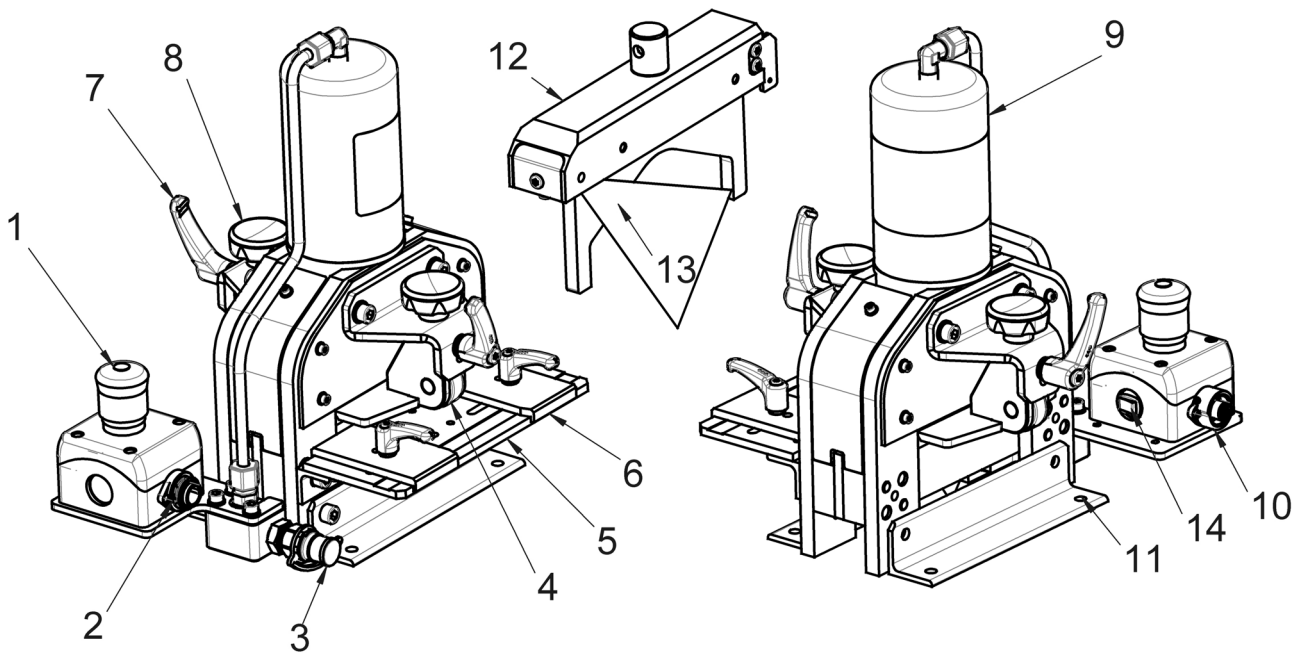

Abb. 1: Vorder- und Rückansicht
- Den Hydraulikschlauch an den Hydraulikanschluss (Abb. 1, 3) und die elektrische Steuerleitung an den Elektroanschluss (Abb. 1, 2) des Gerätes anschließen.
- Anschließend die Zuleitung des Fußschalters in den 4-poligen Anschluss (Abb. 1, 10) stecken.
- Drücken Sie in einer Gefahrensituation den roten Not-Halt-Schalter (Abb. 1, 1) am Gerät, um den Arbeitsvorgang zu stoppen!
- Die Klemmhebel auf den seitlichen Führungsplatten (Abb. 1, 6) des Auflagetisches lösen und Führungsplatten auf die Breite der Stromschiene einstellen.
- Die Stromschiene nun von der Seite des Auflagetisches (Abb. 1, 5) ausgehend in das Schneidgerät einführen.
- Die Spannschrauben (Abb. 1, 8) der beiden Niederhalter lösen und die Niederhalter auf die Materialstärke des Werkstücks einstellen.
- Den Schalter für den Laser (Abb. 1, 14) betätigen, um den Linienlaser einzuschalten.